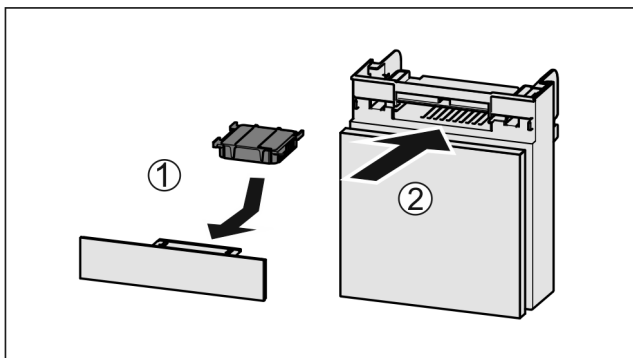

Fig. 115
- ▶ Filtr s aktivním uhlím vložte podle vyobrazení Fig. 115 (1).
- ▶ Zásuvku zasuňte Fig. 115 (2).